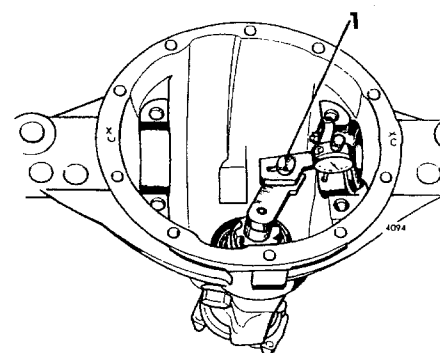

Fig 11-24. Uppmätning av pinjong-ens läge
- b. Placera indikatorklockans magnetfot på pinjongens slipade plan och mätspetsen mot ett av differential-lagrens lagerlägen, se fig 11-24. Sök det minsta värdet på indikatorklockans utslag, dvs då mätspetsen är längst ner i lagerläget. Avläs indikatorklockan och notera värdet. Lägg även märke till om avvikelser är positiv eller negativ. Tänk på att avvikelser definieras som positiv då avståndet mellan pinjongen och lagerläget är större än det nominella. Jämför det erhållna värdet med det som är angivet i tabellen för pinjongen i fråga. Skillnaden mellan det uppmätta måttet och det i tabellen angivna är lika med tjockleken på de mellanlägg som skall tas bort eller läggas dit bakom inre pinjonglagrets yttre lagerbana.